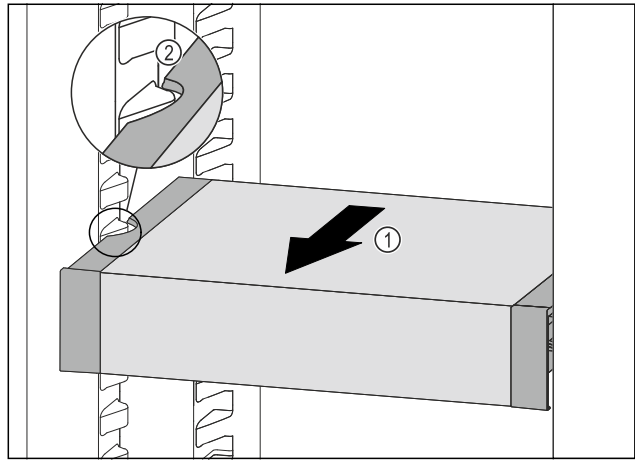

Fig. 110
- ▶ Изтеглете VarioSafe напред Fig. 110 (1), докато страничните прорези на VarioSafe се намират на височината на реброто на съда в хладилната част. Fig. 110 (2)